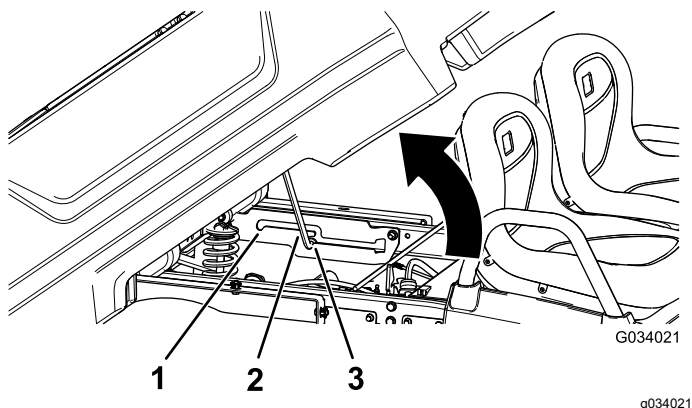

Figure 12
2. Placez la béquille de maintien dans le cran de verrouillage pour bloquer le plateau en position déchargement (Figure 12).
2. Placez la béquille de maintien dans le cran de verrouillage pour bloquer le plateau en position d'entretien (Figure 12).
2. Tirez la béquille hors de la fente de verrouillage (Figure 12).